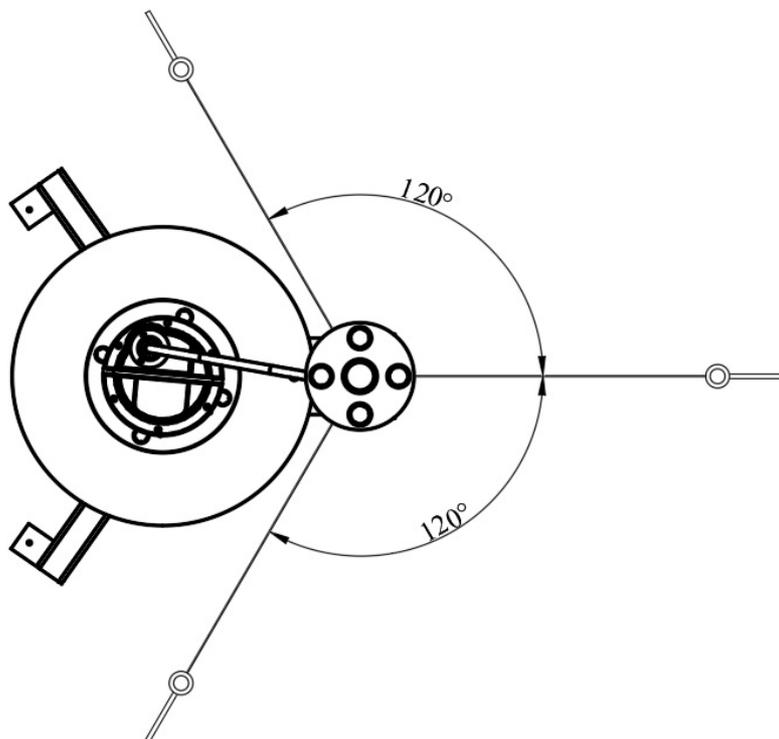

Abb. 5: Empfohlene Verankerung
- Wenn die Gefahr besteht, dass sich der Belüfter während des Betriebs bewegt, empfiehlt es sich, den Belüfter zusätzlich mit Seilen am Beckenrand zu verankern (siehe Abb. 5).